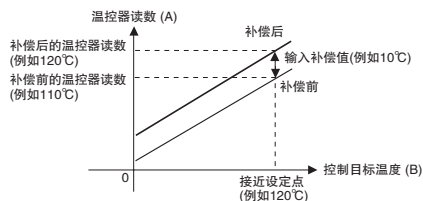

图 2 1 点补偿的图示
2. 检查控制目标温度 (B) 和温控器读数 (A)。用控制目标温度 (B) 减去温控器读数 (A)，然后将 L N5 设定为要应用于结果的输入补偿值。“图 2”中用图示表示了补偿。
3. 设定了输入补偿值之后，检查温控器读数 (A) 和控制目标温度 (B)。如果这两个值大致相等，则设定输入补偿的操作即完成。